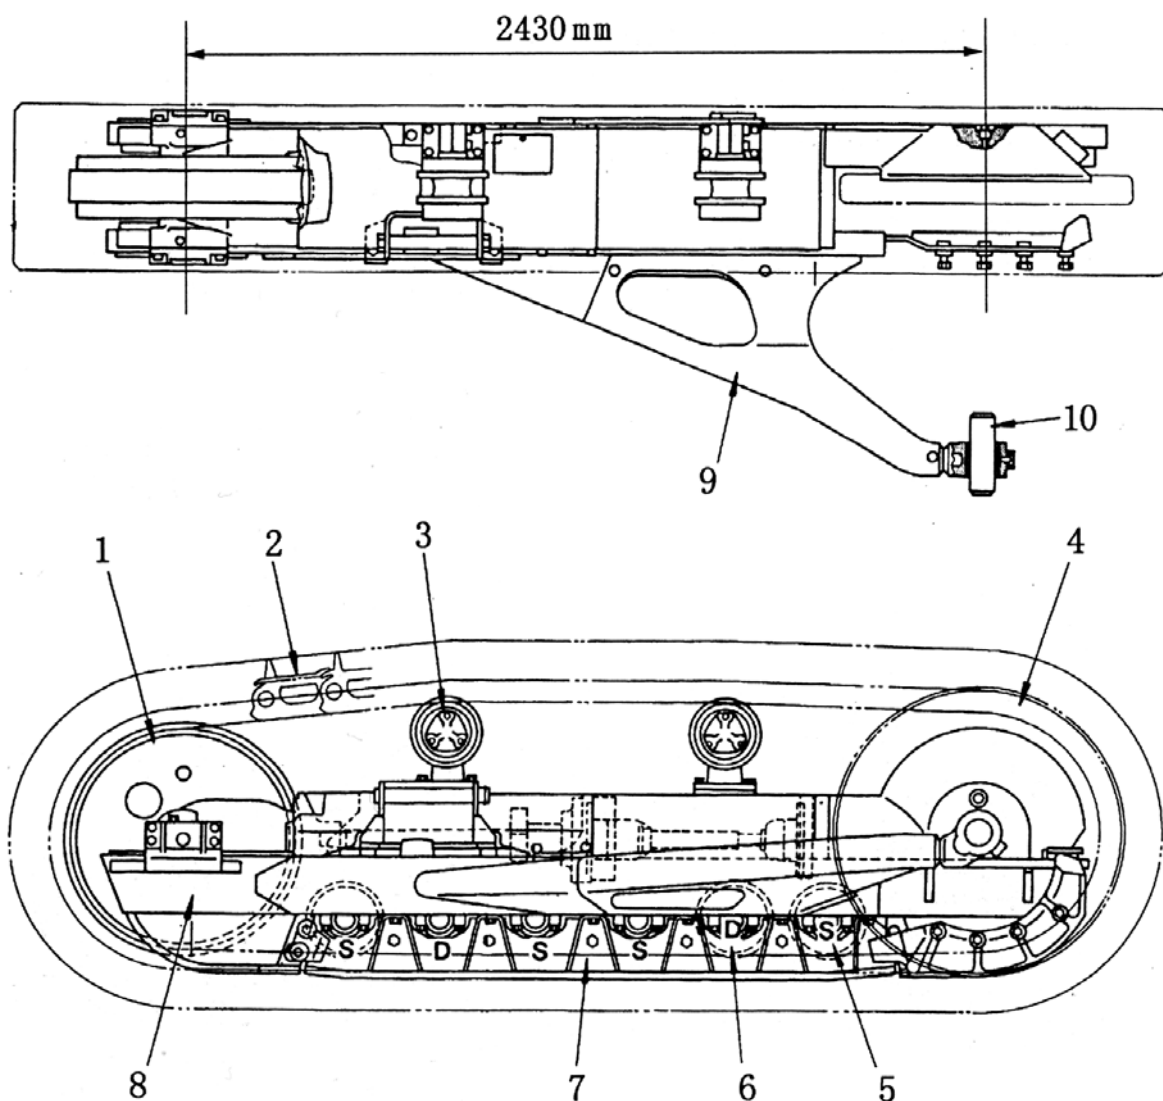

Рис. 5-39. Ходовая часть SD16.
5.10 Ходовая часть (Рис. 5-39, 5-40, 5-41)